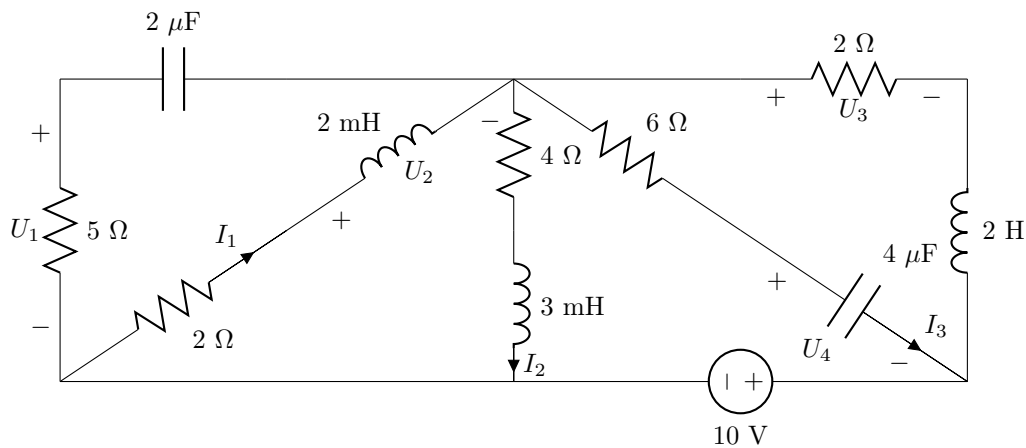

Figura 2.23: Circuito del problema 23.
23. En el circuito de la figura 2.23 calcula  $U_1, U_2, U_3, U_4, I_1, I_2$  e  $I_3$  en régimen estacionario.